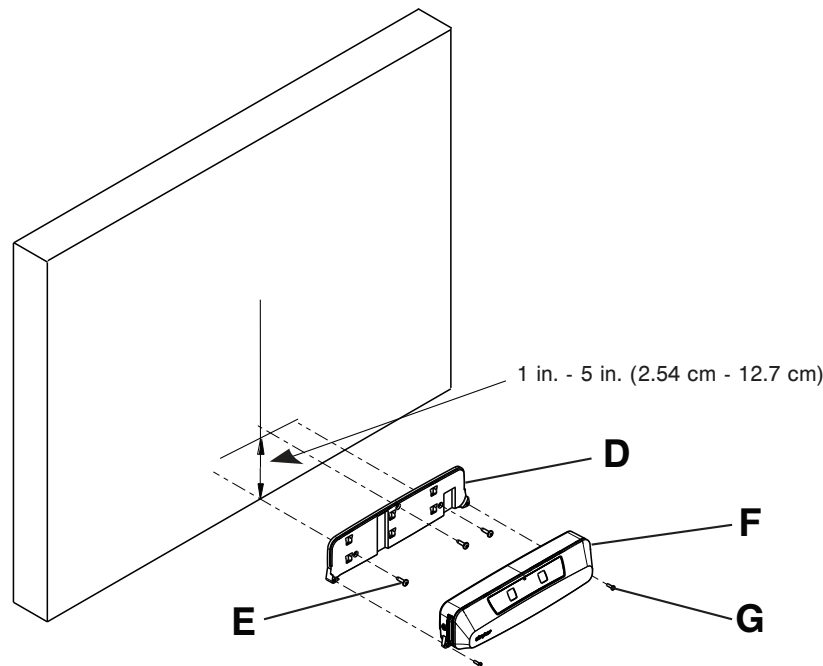

図3 - 取り付け仕様
5. 巻尺と鉛筆を使用してベッド位置の中心に印を付けます (垂直線) (図 3) 。
6. 手順5で付けた垂直線に合わせて取り付け板を中心に配置し、取り付け板の底が床から最大1インチ (2.54 cm) 離れた位置になるように取り付けます (図3)。
7. 手順5と6で作成した基準マークに取り付け板 (D) を配置するときは、取り付け板 (D) の下端に水準器をあてがい、取り付け板 (D) の下端が水平であることを確認します (図3)。
8. 鉛筆で、取り付け板 (D) の3つのネジ穴の印を付けます。
9. 病院が提供する留め具 (E、同梱されていません) と適切なツールを使用して、取り付け板 (D) を壁に固定します (図3)。
10. **Secure Connect** (F) を取り付け板 (D) に取り付けます (図3)。
11. #2プラスドライバーを使用して、付属の2本のネジ (700001126359) (G) で、**Secure Connect** (F) を取り付け板 (D) に固定します (図3)。